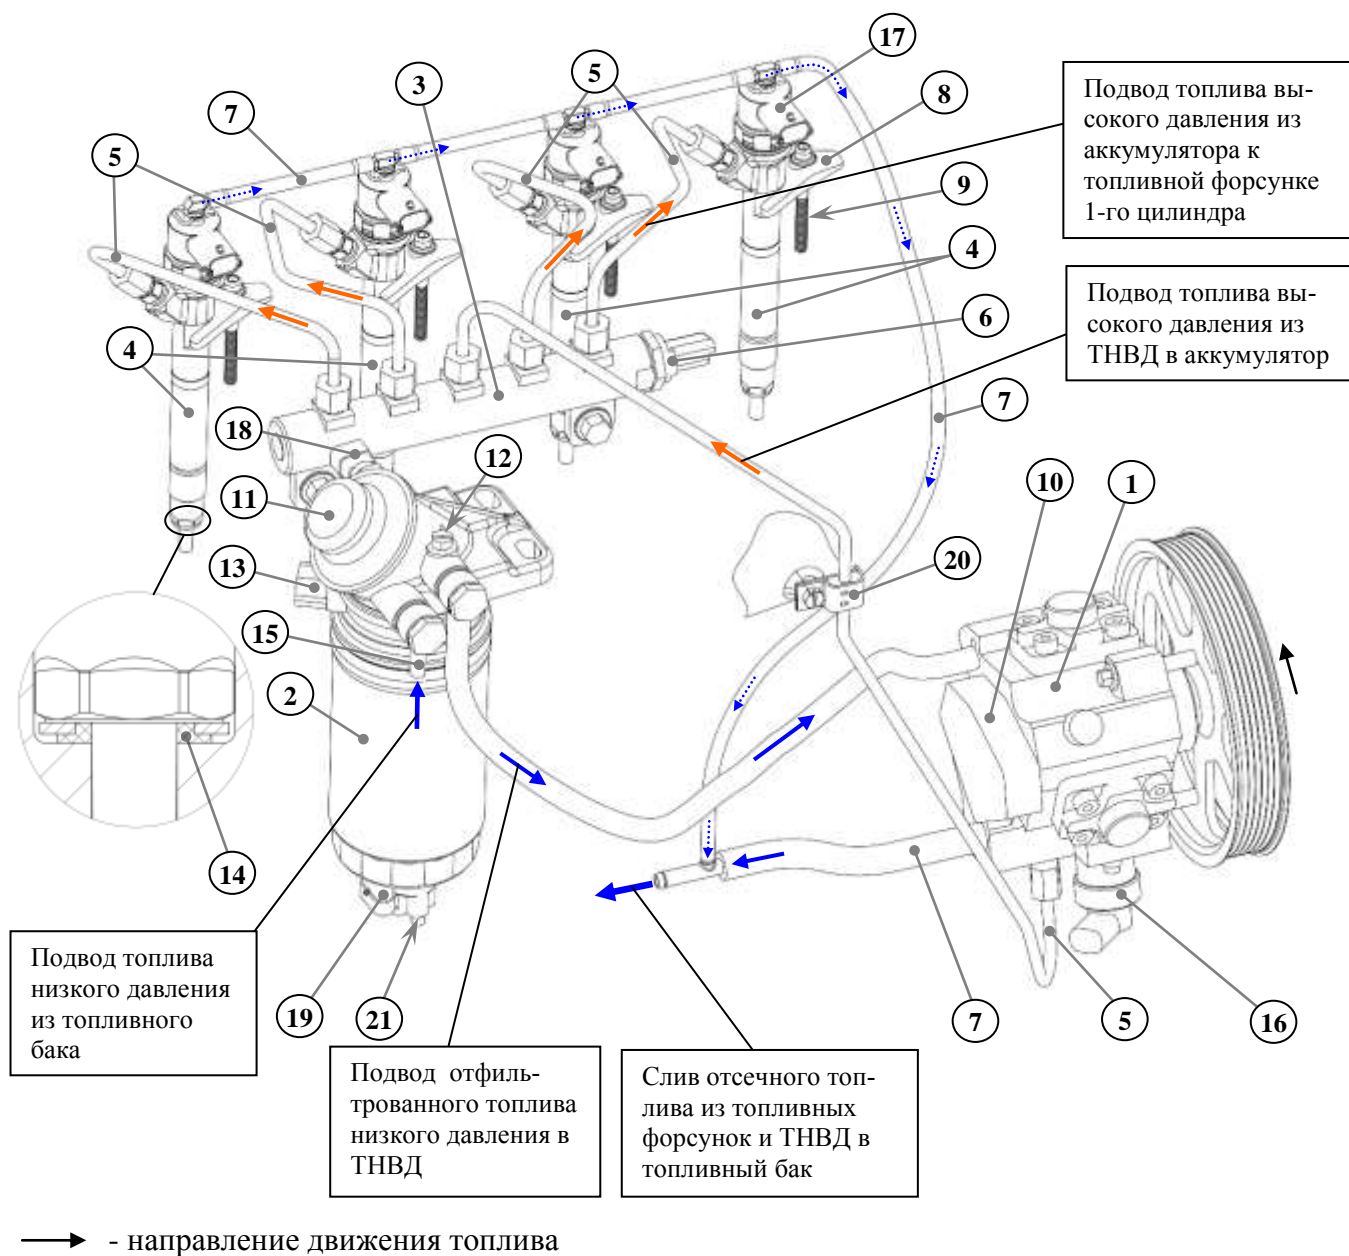
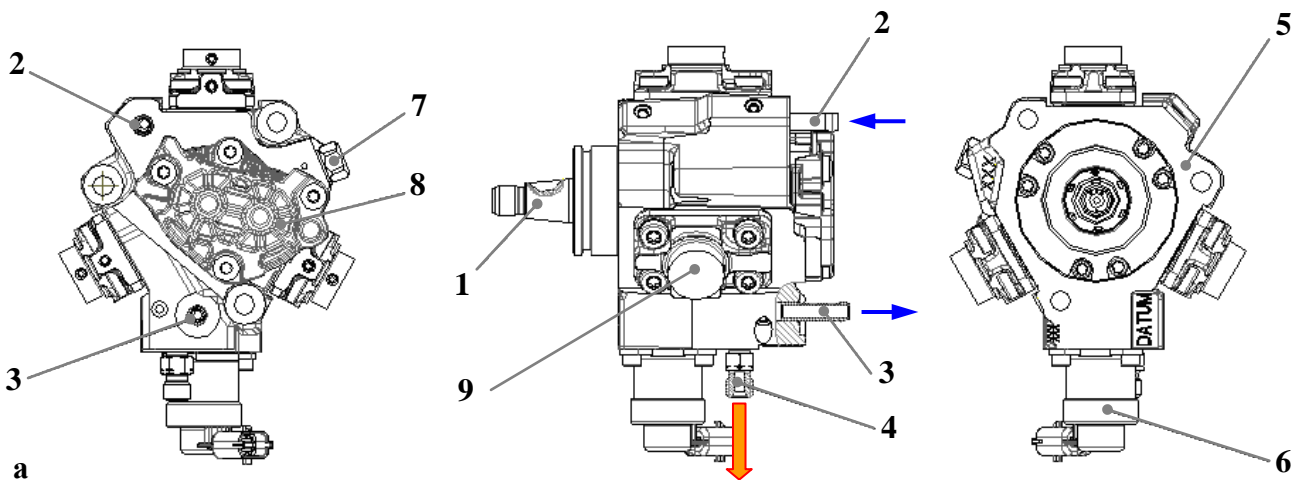
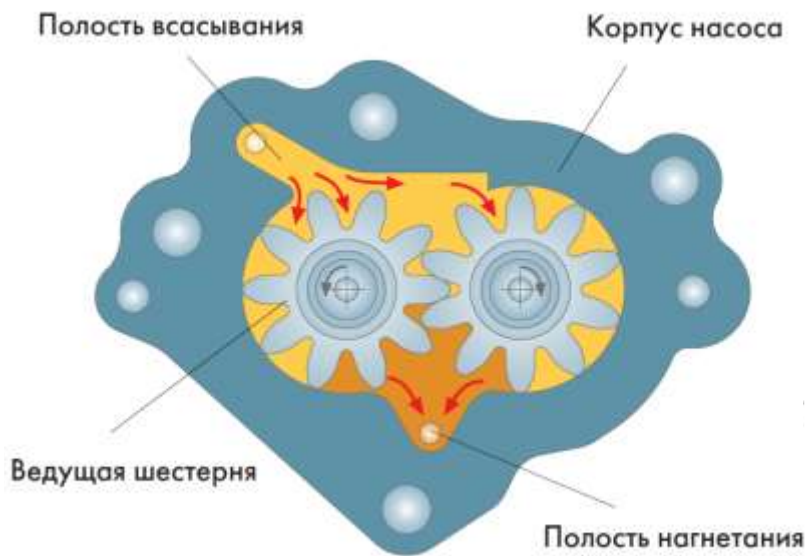

Рис. 52. Схема системы топливоподачи, относящейся к двигателю.
Рис. 53. Топливный насос высокого давления BOSCH типа CP1H:
Рис.55. Устройство шестеренного топливоподкачивающего насоса ТНВД BOSCH CP1H [6].
Топливо под действием разрежения, создаваемого встроенным в ТНВД шестеренчатым топливоподкачивающим насосом низкого давления 10, поступает из топливного бака через фильтр тонкой очистки топлива (ФТОТ) (рис. 52) в топливный насос высокого давления (ТНВД) 1.
Топливный насос высокого давления (ТНВД) BOSCH CP1H (рис. 53) радиально-плунжерного типа со встроенным шестеренным топливоподкачивающим насосом 8. Нагнетание топлива осуществляется тремя плунжерами в одну полость высокого давления. Регулирование расхода топлива происходит посредством дозирующего электромагнитного клапана 6 по сигналу из блока управления двигателем. Преимущество этого способа заключается в повышении энергетического к.п.д. системы. Благодаря этому снижаются затраты мощности на привод ТНВД, и уменьшается нагрев топлива.
**Шестеренный насос 8** (рис.53) является механическим топливоподкачивающим насосом. Этот насос повышает давление поступающего из ФТОГ топлива до уровня, которое необходимо для обеспечения работы ТНВД на всех режимах работы двигателя. Шестеренный насос установлен непосредственно на ТНВД и приводится от приводного вала ТНВД 1 (рис.53).
В корпусе шестеренного насоса расположены две шестерни, вращающиеся в противоположных направлениях (рис.55). Одна из этих шестерен соединена с ведущим валом ТНВД 1 (рис.53). При вращении шестерен находящееся в объемах между зубьями топливо транспортируется вдоль внутренних стенок насоса в направлении к полости нагнетания (рис.56 и рис.57). Далее топливо направляется в корпус насоса высокого давления. Находящиеся в зацеплении зубья шестерен предотвращают возврат топлива в полость всасывания.
**Дозирующий электромагнийный клапан 6** (рис. 53) установлен и закреплен на корпусе ТНВД. При отсутствии подачи напряжения – находится в закрытом состоянии, перекрывая подачу топлива в плунжерные секции ТНВД. Требуемую величину давления топлива в аккумуляторе 3 (рис.52) дозирующий клапан устанавливает путем изменения количества топлива поступающего к плунжерным парам. Излишки топлива отводятся по топливопроводу 7 (рис.52) в топливный бак.